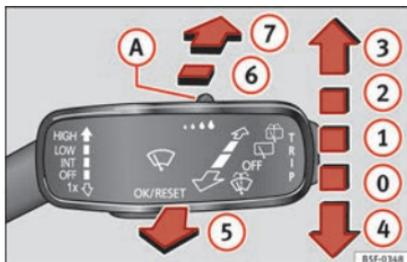

Fig. 138 Leva del tergicristallo: tergilunotto.
– Muovere la leva verso l'alto fino alla posizione 6 » fig. 138. In questo modo il tergilunotto effettua un'escursione ogni 6 secondi circa.
– Spingere la leva in avanti fino in fondo, portandola nella posizione 7 » fig. 138. Il tergilunotto e il lavalunotto si attivano simultaneamente. Il lavalunotto continuerà ad operare fintanto che si tiene la leva in questa posizione.